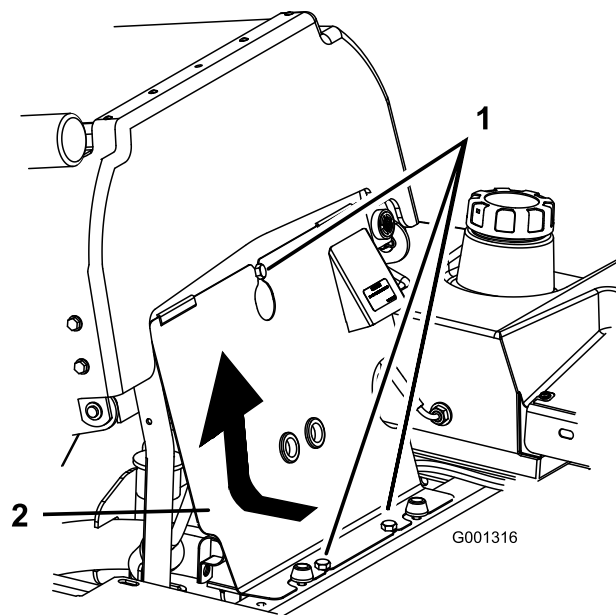

Bild 37
1. Kippen Sie den Sitz nach vorne, lösen Sie die Schrauben und entfernen Sie die vordere Motorverkleidung (Bild 37).